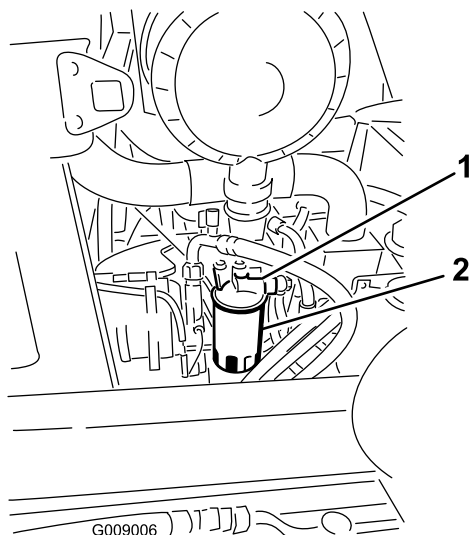

図 63
1. 燃料フィルタのヘッドの周囲をきれいに拭く（図 63）。
2. フィルタを外してフィルタヘッドの取り付け部をきれいに拭く（図 63）。